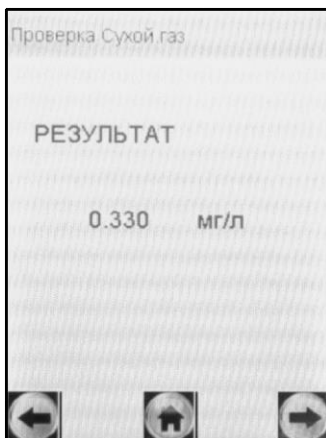

Рисунок 8 – Предъявление результата измерения в режиме проверки по сухому газу
2.5.5.2 После того как анализ пробы произведен, в сопровождении щелчка срабатывания заборной системы на экране предьявляется результат измерения массовой концентрации паров этанола в режиме проверки по сухому газу (рисунок 8).